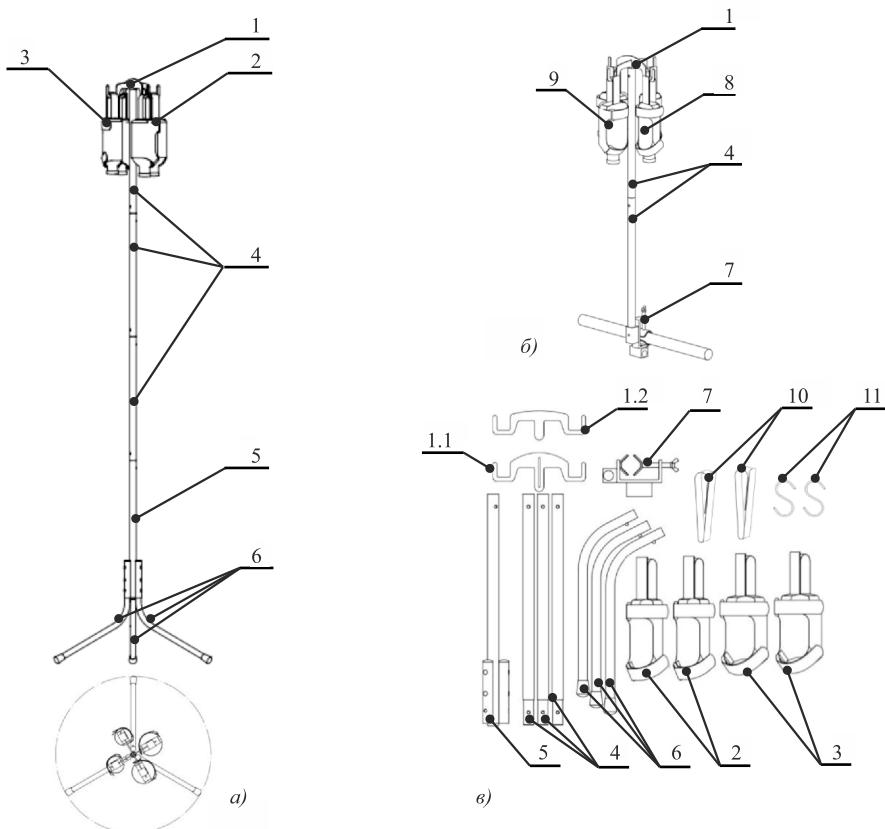

Рис. 1. Общий вид изделия.
Штатив конструктивно представляет сборно-разборное изделие (см. рисунок 1), имеющее следующие составные элементы и узлы. Основание стойки (5), размещаемое на трех ножках штатива (6) для размещения на полу, соединяется с тремя коленами стойки (4), образуя стойку штатива. Внутрь верхнего колена стойки вставляется крестовина (1), образующаяся при установке перекладины-держателя №2 (1.2) в прорезь перекладины-держателя №1 (1.1). Каждая перекладина-держатель имеет по два крюка.